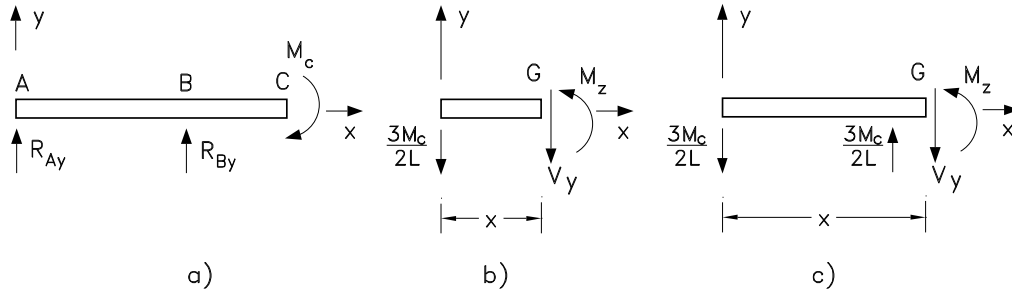

Figura 6: Viga: a) DCL; b) corte no trecho AB; c) corte no trecho BC.
**rotação no ponto C** : a Figura 6 mostra o diagrama de corpo livre da viga, assim como os cortes nos trechos AB e BC.